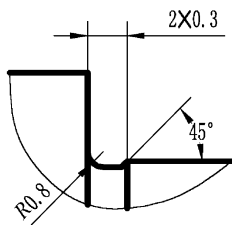

图 11-13 标注局部放大图的半径、角度
- 标注局部放大图的半径、角度尺寸，如图 11-13 所示。